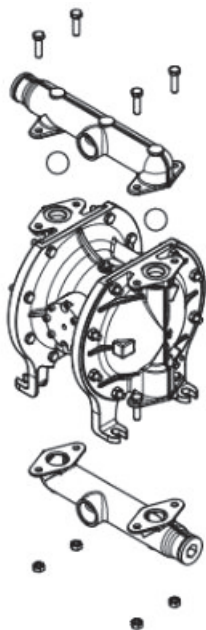

Fig. 3: Desmontaje de los racores y bolas de válvula en el racor de impulsión
- Aflojar y desmontar tornillos del racor de impulsión (racor superior) (fig. 3).
- Aflojar y desmontar tornillos del racor de aspiración (fig. 3)